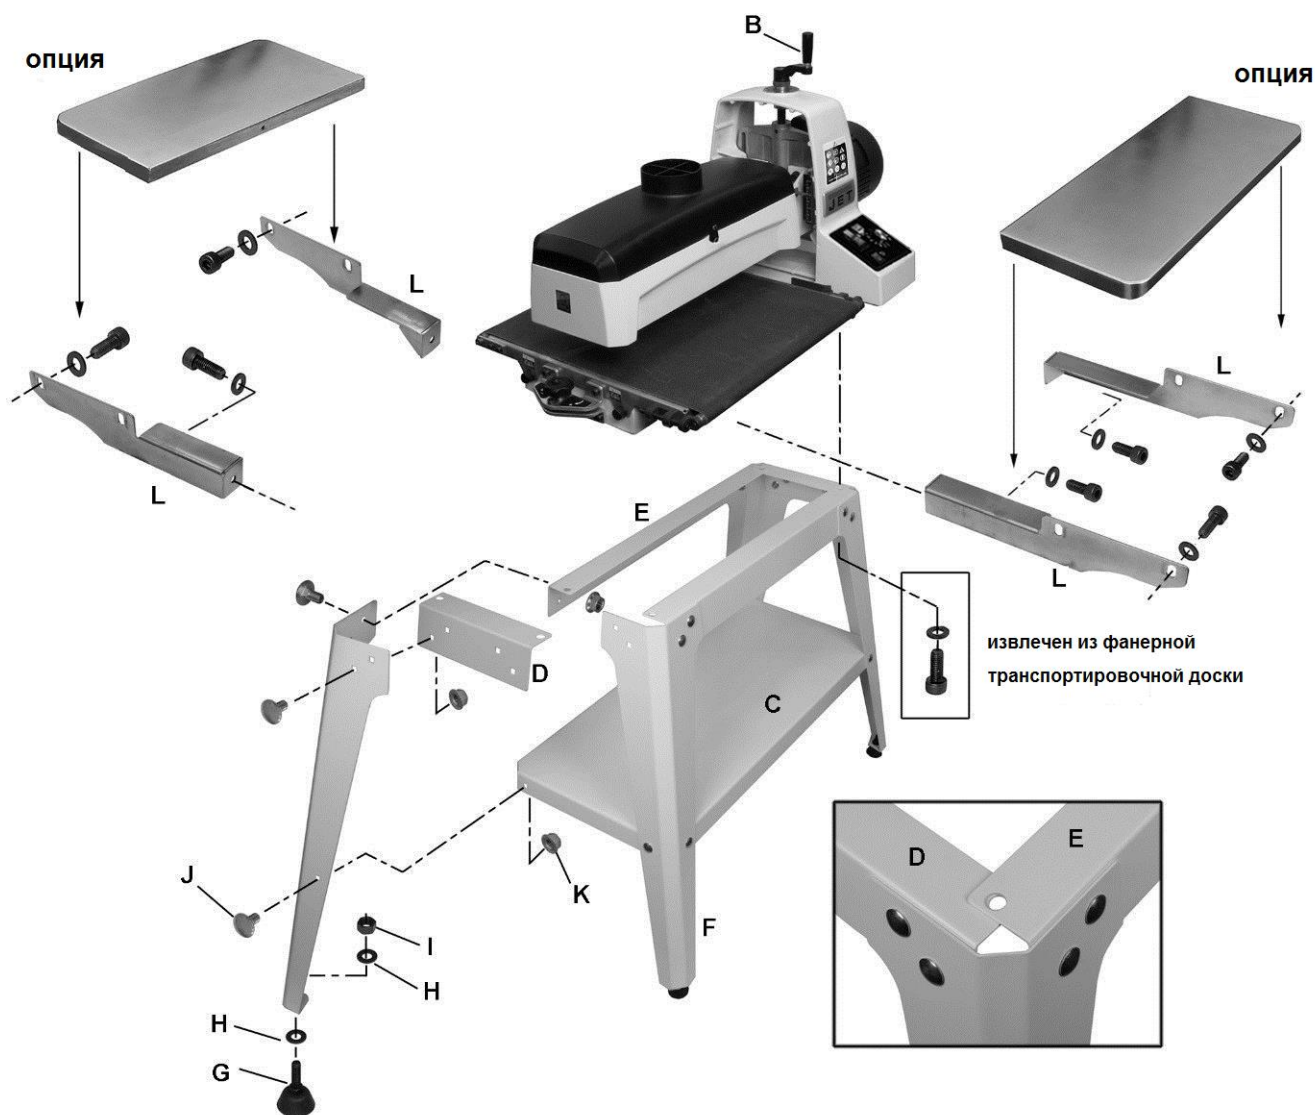

Рис. 6-3: Сборка.
(См. рис. 6-3. Если потребуется дополнительная информация, смотрите взрыв-схему в детализовке).
1. Прикрепите ножки (F) к внешней стороне коротких уголков (D) при помощи винтов (J) и контргайки с буртиком (K). Затяните только пальцами.
2. Прикрепите длинные уголки (E) к внутренней стороне ножек и поверх коротких уголков (D). Затяните только пальцами. ПРИМЕЧАНИЕ: полка длинного уголка должна быть поверх полки короткого уголка. См. рисунок-вставку на рис. 6-3.
3. Переверните стенд вверх ногами. Установите полку (C) на ножки при помощи винтов и контргайки.
5. Вставьте выравнивающую опору (G) в нижнее отверстие ножки вместе с шайбой и гайкой.
1. Установите кронштейны (L, Рис. 6-3) на резьбовые отверстия в основании шлифовального станка при помощи винтов с внутр. шестигранником M8x16 и плоских шайб. Убедитесь, что левый и правый кронштейны расположены, как показано на рисунке. Кронштейны должны заподлицо с рабочей поверхностью. ПРИМЕЧАНИЕ: Длинные кронштейны установите спереди (подача), короткие сзади (разгрузка).